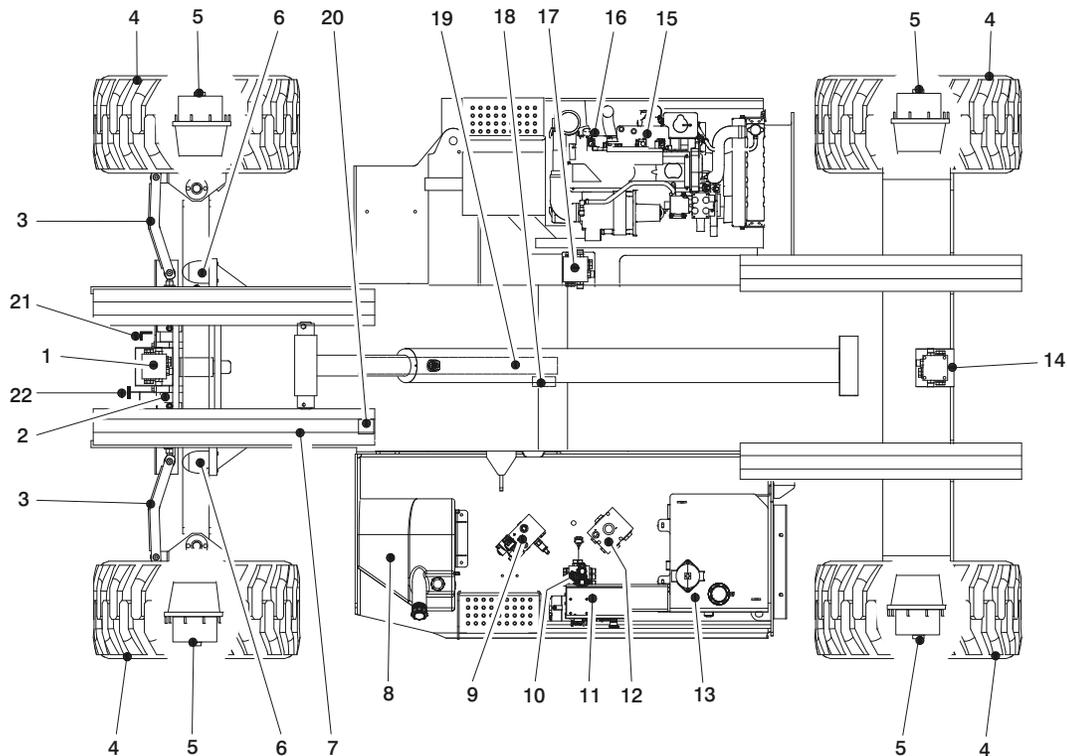

Figura 2-1. Diagrama da Inspeção Exterior Diária
5. **Inspeção exterior** – Consultar a Figura 2-1.